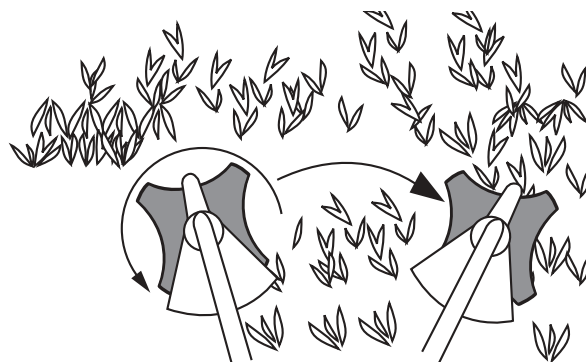

Fig. 13
- Balancez l'appareil de gauche à droite tout en pénétrant dans la zone à couper (Fig. 13).